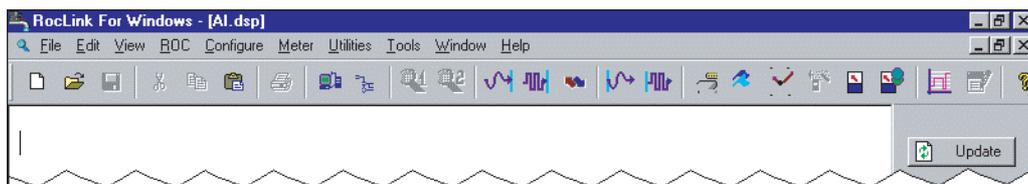

Figure C-2. Nova Exibição, Exemplo 1
4. Coloque o **cursor** no canto superior esquerdo da tela como mostrado na Figura C-2.